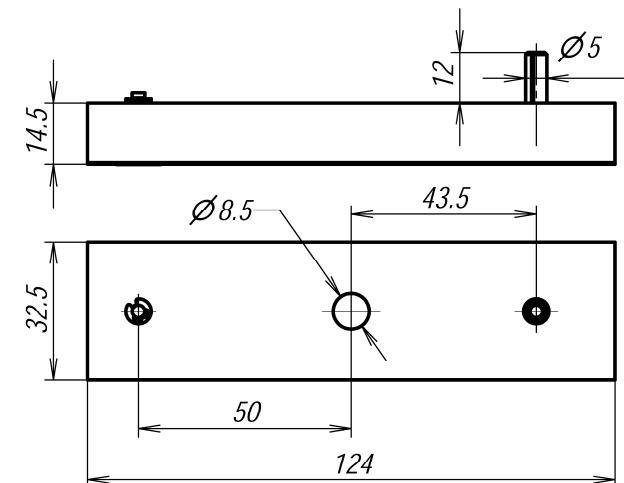

Рис.6 Якорь
5.5 Якорная часть замка устанавливается на двери напротив корпуса. Для варианта поставки **AL-180FB-01** в двери подготавливаются монтажные отверстия для штифта и деталей крепления в соответствии с габаритным чертежом якоря (рисунок 6).